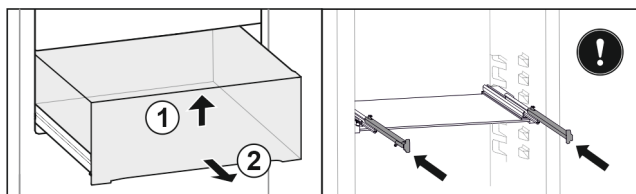

Fig. 82
- ▶ Levante el cajón por delante. Fig. 82 (1)
- ▶ Extraiga el cajón hacia delante. Fig. 82 (2)